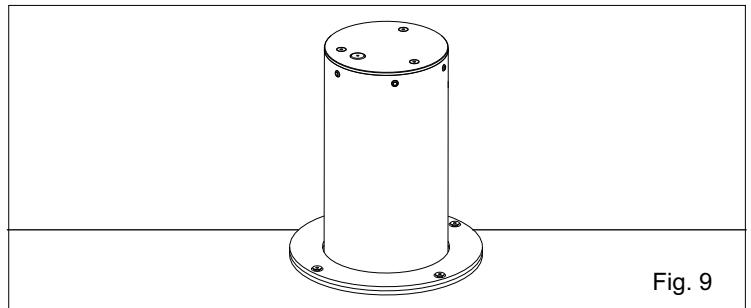

Fig. 9
3.2. Replacez le tampon et serrez les vis (Fig.9).